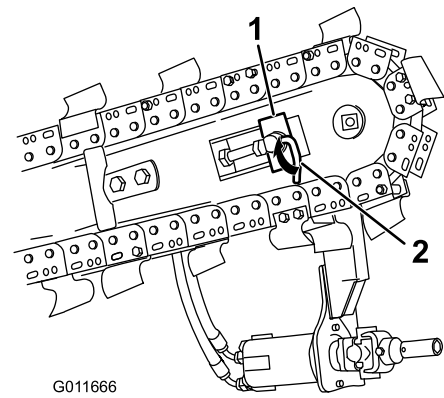

Figura 23
5. Gire la placa de sujeción 90 grados y apriete la palanca del perno de tope; gire la palanca para bloquearla en su sitio (Figura 23).